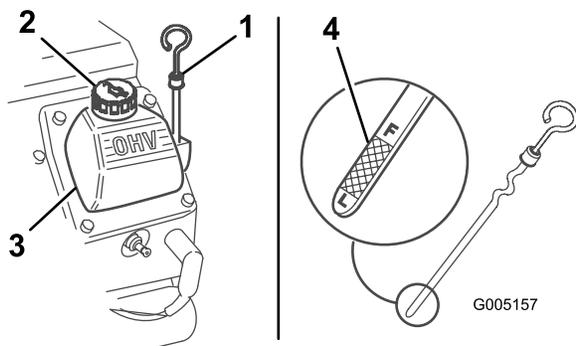

Рисунок 8
3. Очистите область вокруг отверстия для измерительного шупа (Рисунок 8).
4. Вытяните масломерный шуп и вытрите металлический конец начисто (Рисунок 8).
5. Вставьте шуп в масломерную трубку до упора (Рисунок 8).
7. В случае низкого уровня масла очистите область вокруг крышки для заливки масла и снимите крышку (Рисунок 8).